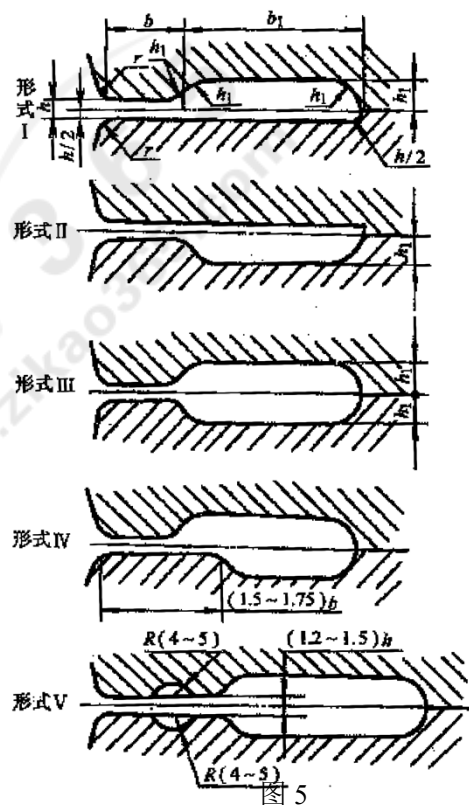

图 5
32.模具在什么情况下选用图 5 的形式 V？为什么？（6 分）